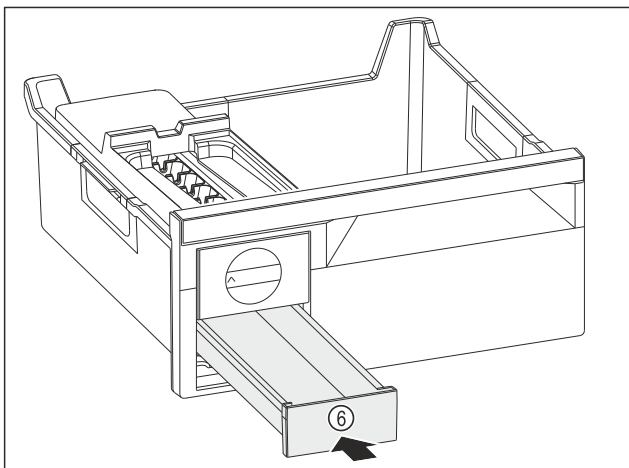

Fig. 126
- ▶ Zásuvku na kostky ledu Fig. 126 (6) zasuňte.